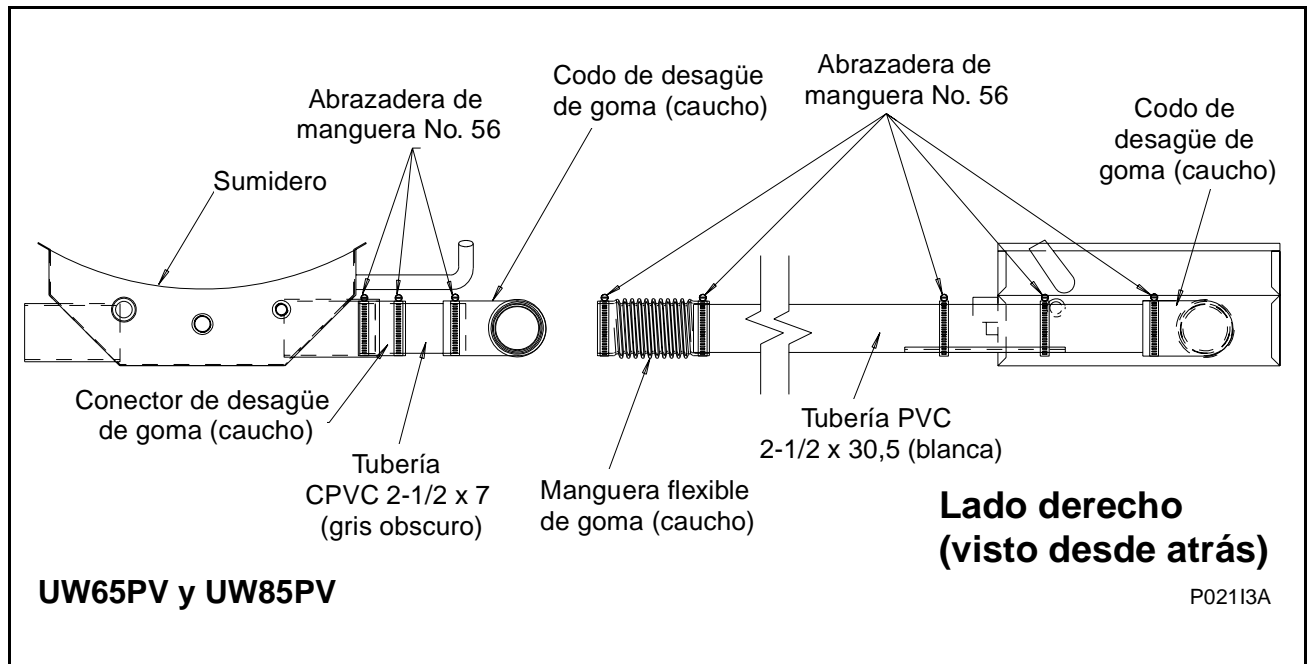

Figura 15
- Reemplace la válvula del desagüe del lado derecho con tubería CPVC (gris oscuro) que se incluye en el juego. Vea el desagüe completo en la Figura 15.